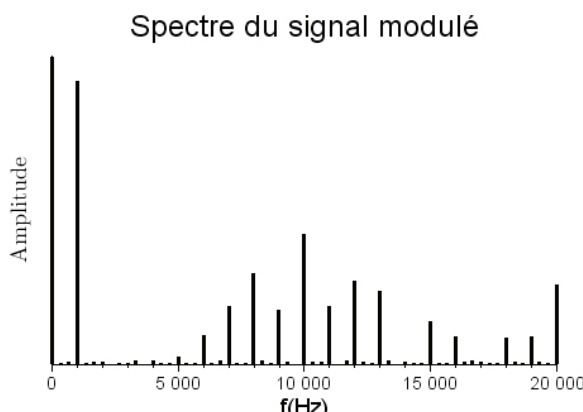

Figure A.4
**Q6.d.** On réalise expérimentalement la modulation de largeur d'impulsion. Pour savoir comment obtenir le signal modulant à partir du signal modulé (démodulation), on observe le spectre du signal. Celui-ci est donné Figure A.4 - l'échelle des amplitudes est arbitraire. Proposer, en le justifiant, le type de filtre permettant de démoduler le signal  $u_{mod}(t)$ .